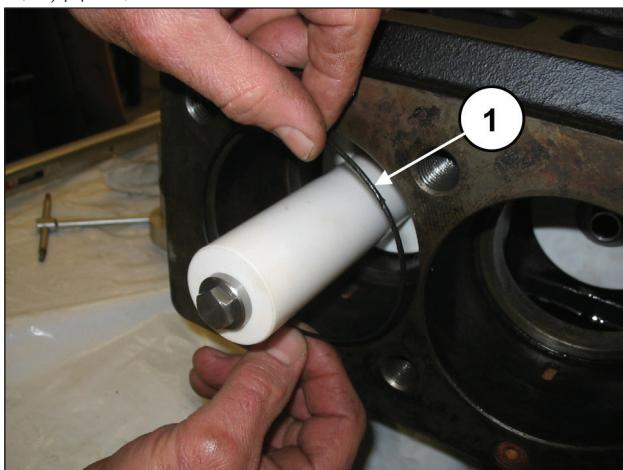

图149
将O形圈插入泵壳内（部件号①，图149），然后插入预先组装好的缸套/密封圈底座单元（连同该O形圈），直至到底（①，图150）。